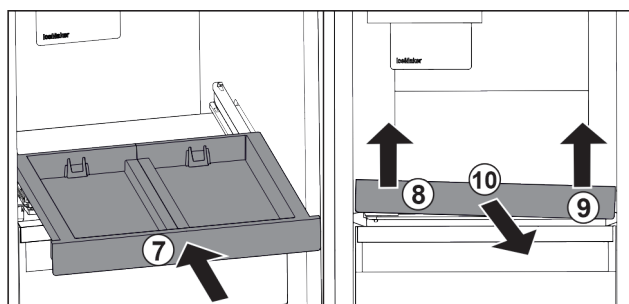

Fig. 119
- ▶ Tolja be a kihúzható rácsot. Fig. 119 (7)
- ▶ Emelje meg a kihúzható rács elejét baloldalt. Fig. 119 (8)
- ▶ Emelje meg a kihúzható rács elejét jobboldalt. Fig. 119 (9)
- ▶ Vegye ki a kihúzható rácsot előre felé. Fig. 119 (10)